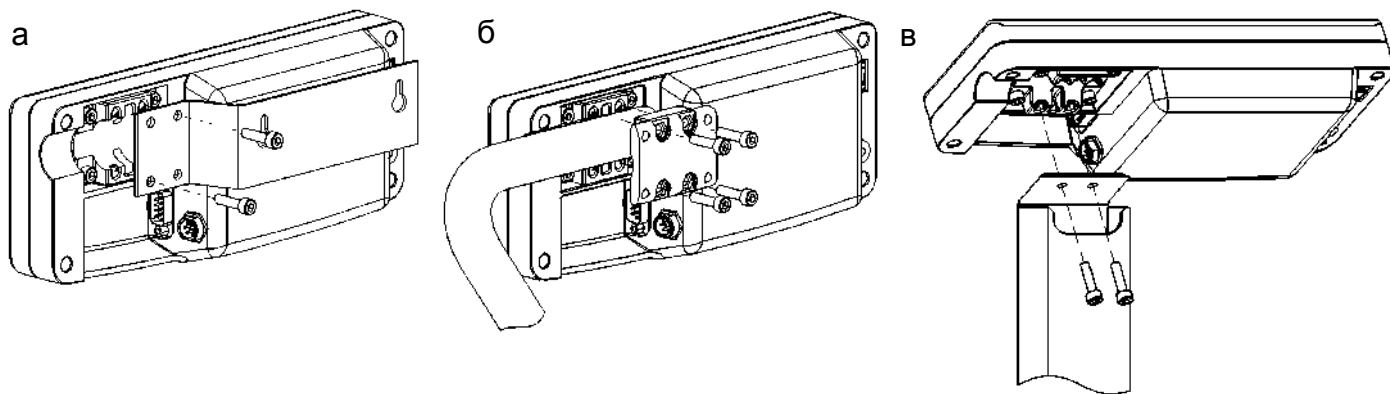

Рисунок 5.5 - Варианты крепления устройства индикации:
- закрепить устройство индикации на стойке кронштейном, затянув четыре винта М5х30 с небольшим усилием (рисунок 5.5б). Излишек кабеля заправить в стойку со стороны устройства индикации;
- закрепить двумя винтами М5х20 устройство индикации на стойке (рисунок 5.5в). Излишек кабеля заправить в стойку.
- закрепить двумя винтами М5х20 устройство индикации на стойке (рисунок 5.5в).